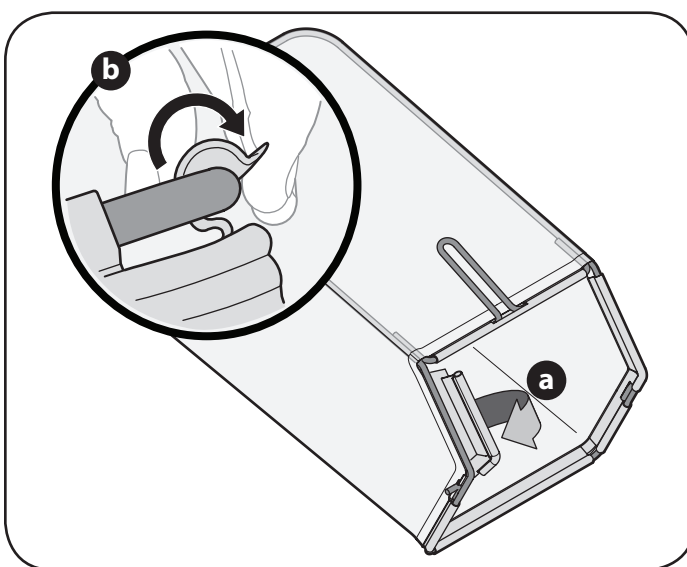

Figura 7
- Deslice el canal de plástico sobre los ganchos del marco. Vea la Figura 7.